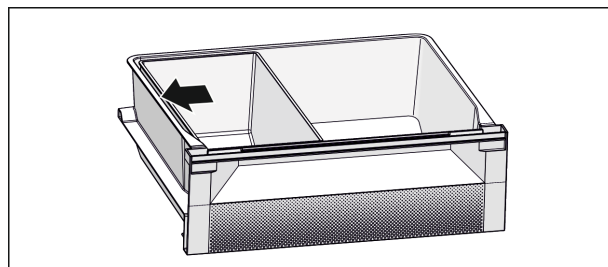

Fig. 7
- ▶ Pro optimální funkci chlazení: Umístěte misku Fish & Seafood podle obrázku (viz Fig. 7) .